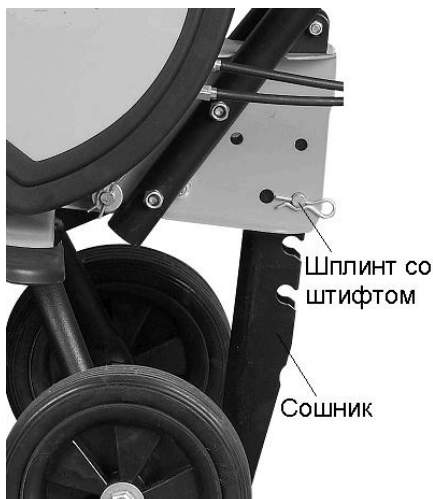

рис.6
- Установите сошник, как показано на Рис.6 используя для этого шплинт и штифт.